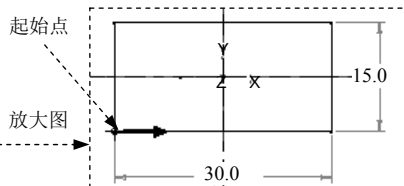

图 8.8.10 第二个截面图形
(3) 定义第二截面在轨迹线上的位置点。在“截面”界面中单击 **截面位置** 文本框中的 **结束** 字符，
(4) 在“截面”界面中，将“截面 2”的 **旋转** 角度值设置为 0.0。
(5) 在“截面”界面中单击 **草绘** 按钮，此时系统进入草绘环境。
(6) 绘制和标注图 8.8.10 所示的截面图形，单击“确定”按钮 。